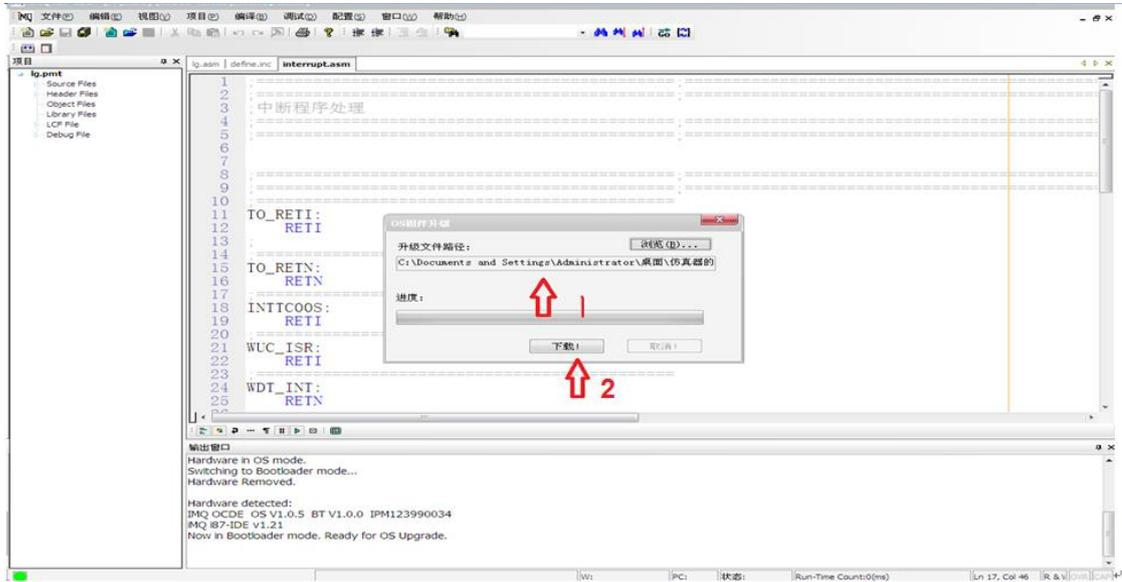
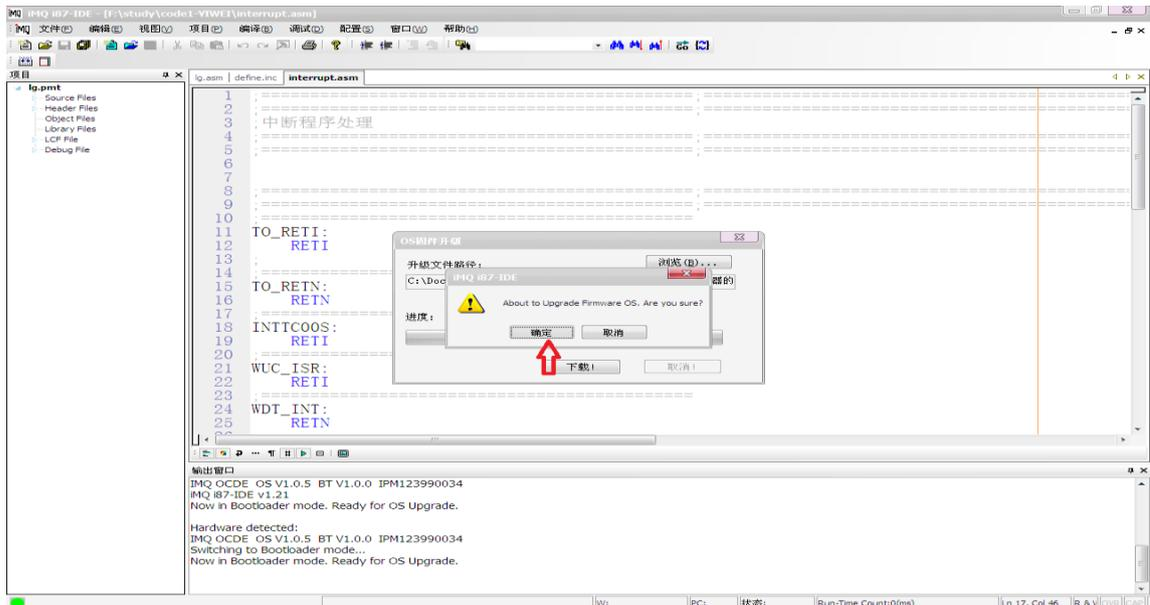

图 3.19 在固件升级对话框中确认已选择好欲升级之固件文件
图 3.20 确认固件文件下载之对话框
以鼠标点击对话框中的浏览 Browse (B) 图标，找到欲升级的固件文件，然后再以鼠标左键双击该固件文件，即出现如图 3.19 红色箭头所示的信息。
以鼠标点击图 3.19 之对话框中、红色箭头 2 所指示之下载 (Download) 图标。点击后将出现如图 3.20 之对话框。请直接点击确认，以继续固件升级程序。